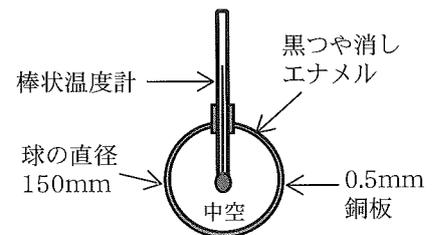

図1-1 グローブ温度計
(3) 図1-1の構造を有する温度計は、WBGT (wet bulb globe temperature) を求めるための測定値の一つとなっている。この計測器で求められる温度を□①温度という。そして、これに影響する放射は、□②域付近の電磁波の影響によるものである。